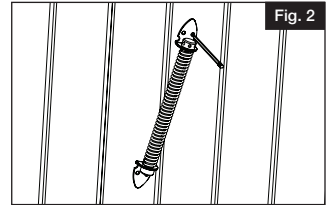

Fig. 2
- b. Mark screw locations on post and gate (Fig 2).
- Marquer l'emplacement des vis sur le poteau et la barrière (Fig. 2).
- Marque la ubicación de los tornillos en el poste y el portón (Fig. 2).